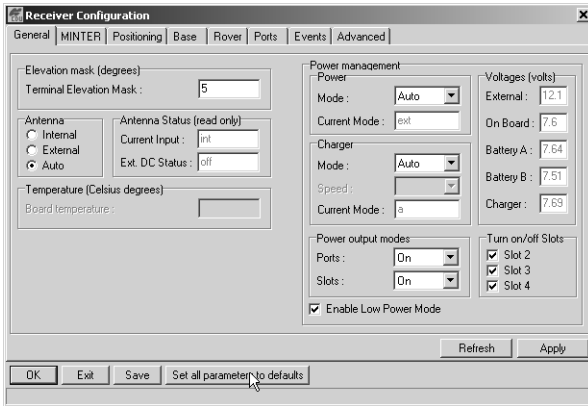

Figura 3-6. Set All Parameters to Defaults (Restablecer Todos los Parámetros a sus Valores por Defecto)
6. Haga clic en **Set all parameters to defaults** (Restablecer todos los parámetros a sus valores por defecto) que se encuentra ubicado en el extremo inferior del cuadro de diálogo (Figura 3-6 en la página 3-13).